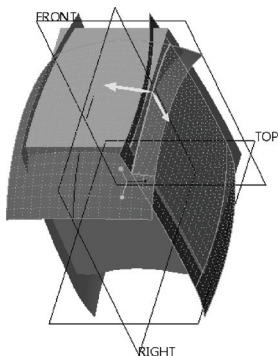

图 12-85 合并 1
2) 在“编辑”组中单击 (合并) 按钮, 打开“合并”选项卡。此时, 要保留的面组侧如图 12-85 所示。